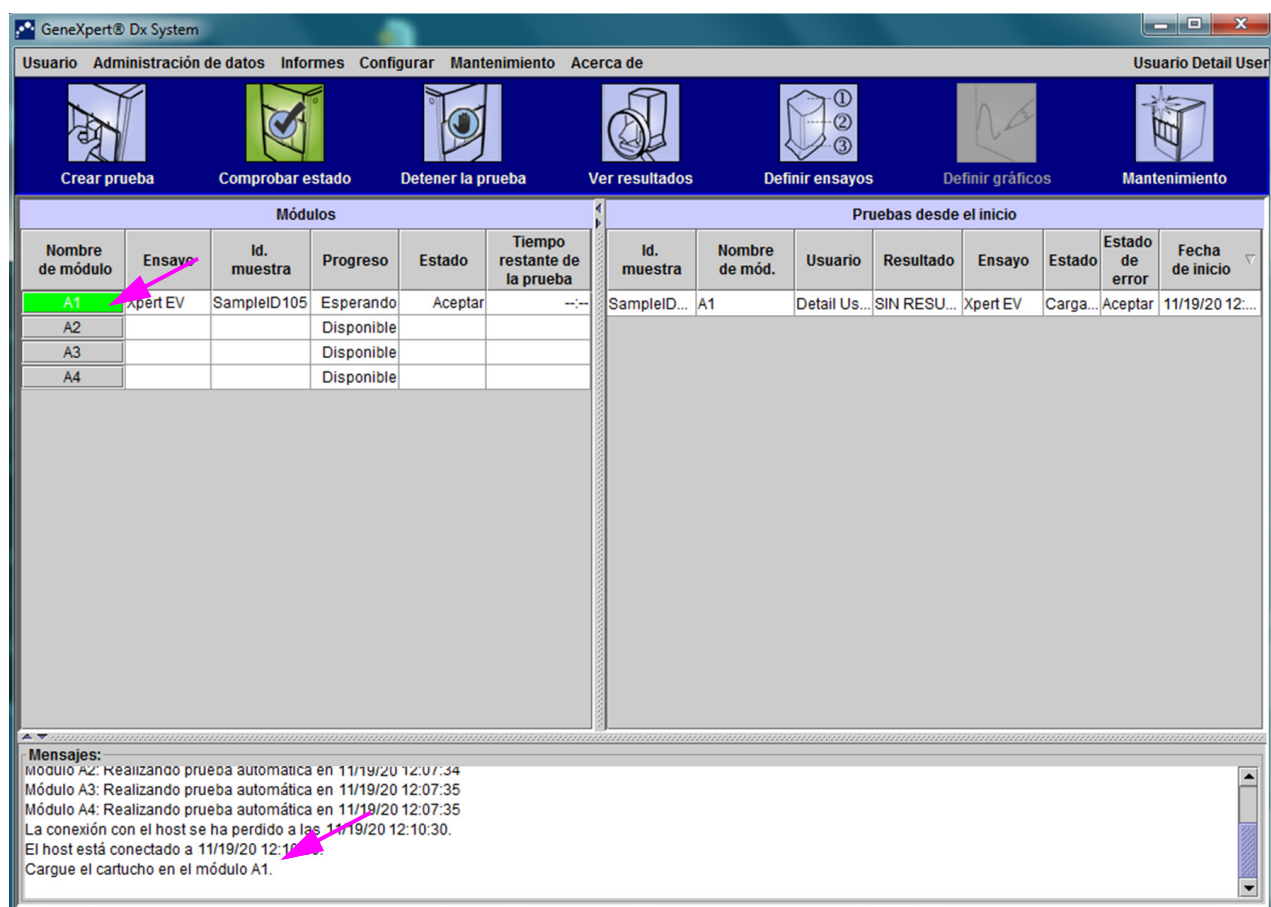

Figura 5-116. Pantalla inicial de GeneXpert, en la cual se muestra el mensaje de carga de cartucho
- En la sección **Host Test Order Table (Tabla de solicitud de prueba de host)**, (consulte la figura 5-115), revise la solicitud. Introduzca cualquier nota o dato adicional, en caso necesario, y, a continuación, pulse el botón **Start Test (Iniciar prueba)**. Se muestra la pantalla de inicio del GeneXpert en la cual se le pide que cargue el cartucho en el interior del módulo, el cual aparece resaltado de color verde. Consulte la figura 5-116.